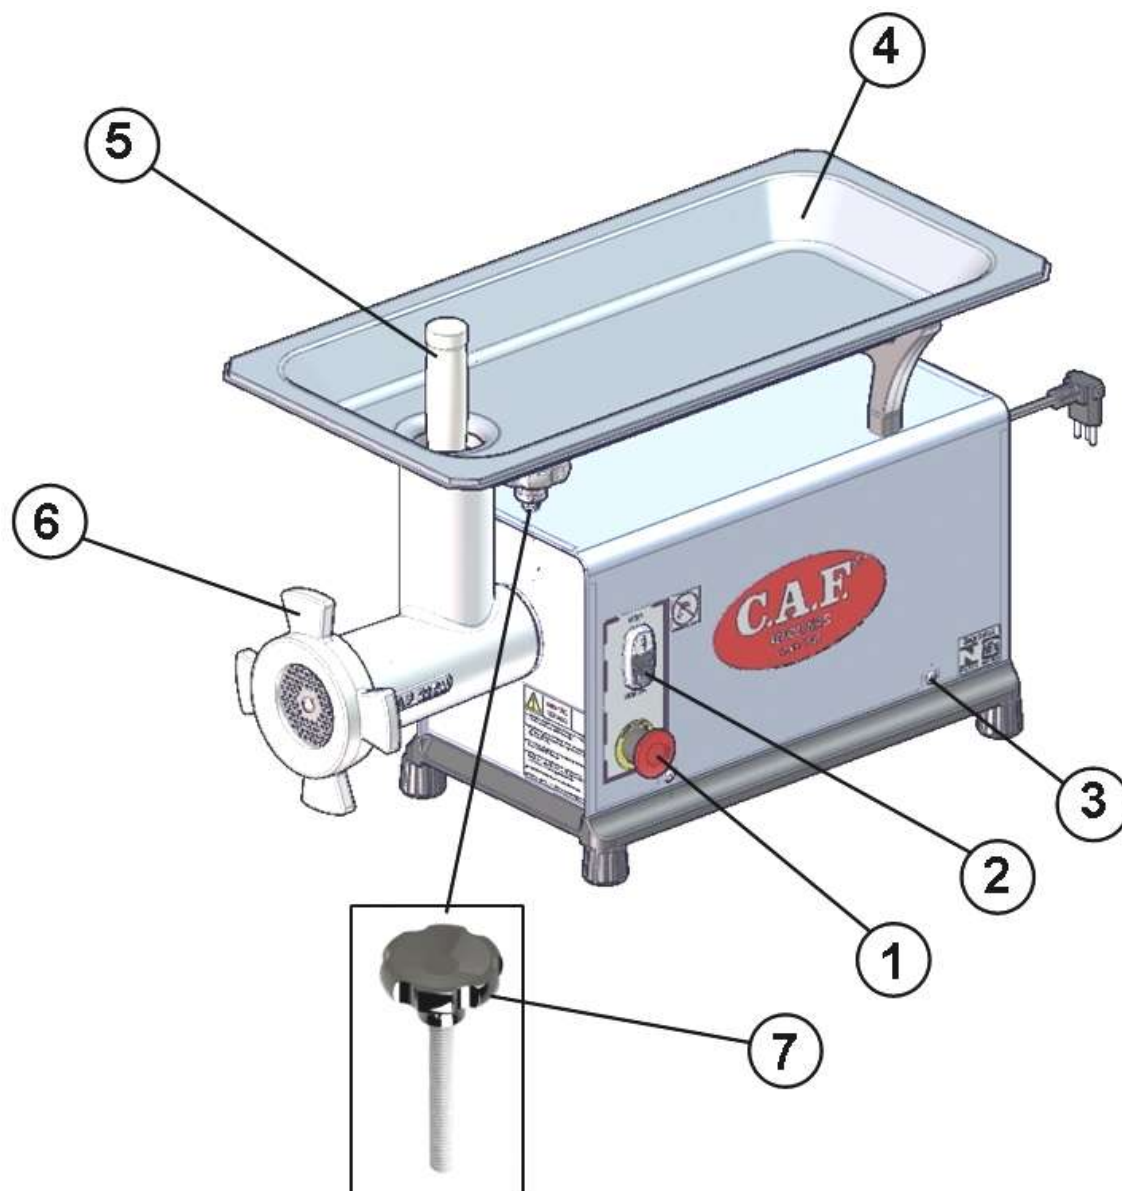

Fig. 1
- 01 - Botão de Emergência (Fig. 1).
- 3) Para acionar o equipamento é necessário apertar o botão Liga (Item 2 – Fig.1).